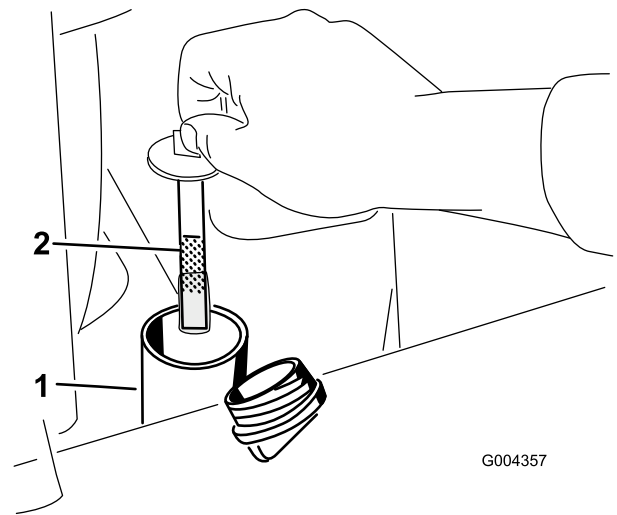

Figura 19
6. Togliete il tappo dal collo del bocchettone e controllate il livello del fluido sull'asta di livello (Figura 19).